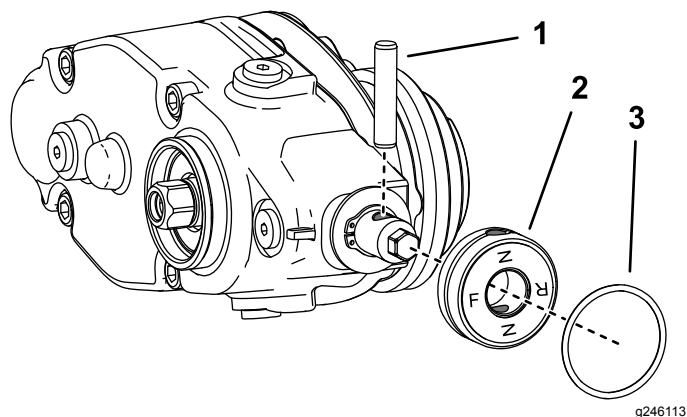

Рисунок 14
7. Если вы устанавливаете механическую щетку с левой стороны машины, выполните следующие действия (Рисунок 14):